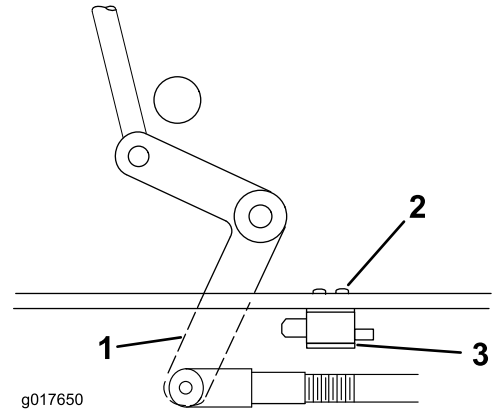

Figura 46
Importante: Asegúrese de que la palanca acodada no toca el cuerpo del interruptor, porque esto podría dañar el interruptor (Figura 46).
4. Si es necesario, ajuste el interruptor de seguridad de la TDF aflojando los pernos que sujetan el soporte del interruptor (Figura 46).